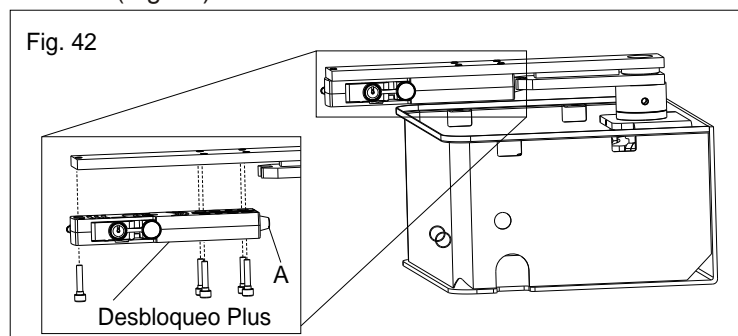

Fig. 42
13.2. Engrasar el perno de enganche (A) y montar el sistema de desbloqueo bjo el conjunto hoja utilizando los 5 tornillos en dotación (Fig. 42)